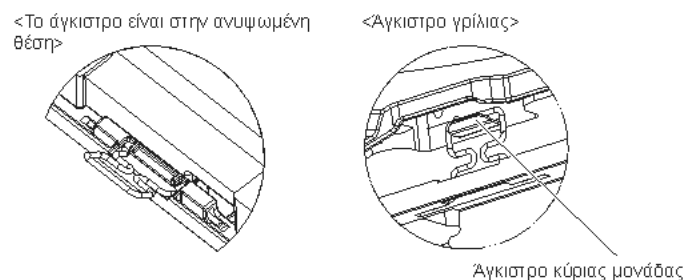

Fig. 10-5
- Ευθυγραμμίστε τις σπές βιδών στις γωνίες της γρίλιας με τις σπές τοποθέτησης βιδών στις γωνίες της κύριας μονάδας, μονδαλώστε τα δύο άγκιστρα της γρίλιας στις προεξοχές του δοχείου αποστράγγισης της κύριας μονάδας και αναρτήστε προσωρινά τη γρίλια. (Fig. 10-5)
- Αφού σφίξετε τη βίδα, επιβεβαιώστε ότι τα δύο άγκιστρα της γρίλιας (Fig. 10-5) έχουν μονδαλώσει στα άγκιστρα της κύριας μονάδας.